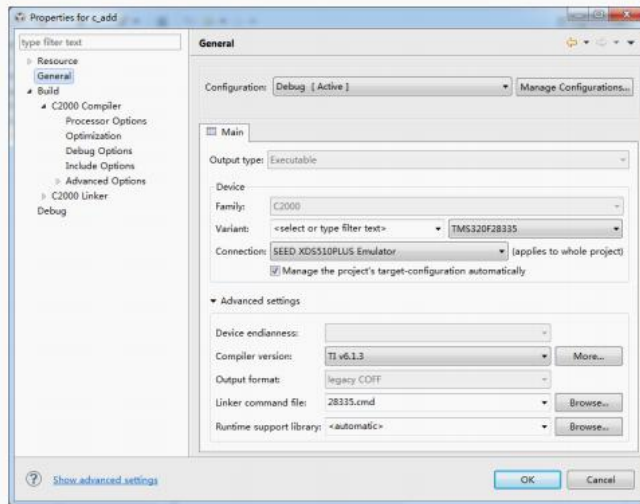

图1-3
- b. 在弹出的对话框如下图 1-3 所示中设置相应的编译参数, 一般情况下, 按默认值就可以;